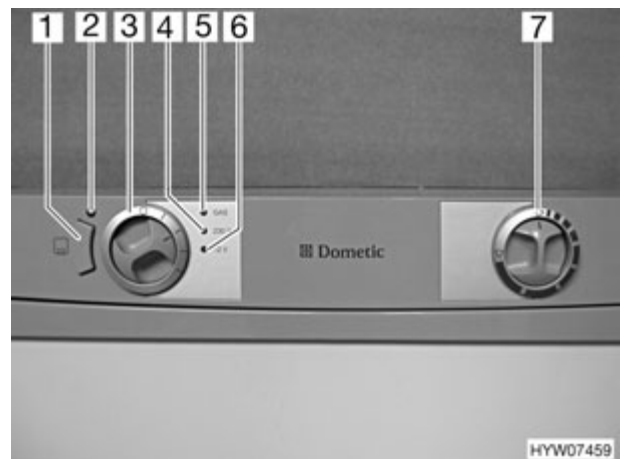

Fig. 121 Elementos de mando para el frigorífico (variante 5)
En caso de alta temperatura exterior y un gran índice de humedad atmosférica, se pueden formar gotas de agua en el marco metálico del compartimento congelador. Por este motivo, el frigorífico está equipado con una calefacción de marco en el compartimento congelador. En caso de altas temperaturas y un índice alto de humedad atmosférica, conectar la calefacción de marco con la tecla (Fig. 121,1). De esta manera se evita la corrosión. Cuando la calefacción de marco está conectada, se enciende la luz de control (Fig. 121,2).
- Situar el selector de energía (Fig. 121,3) en "GAS".
- Poner el regulador giratorio (Fig. 121,7) en la potencia máxima. El suministro de gas está abierto. El encendido se realiza automáticamente. Se oye un sonido de tic-tac hasta que el proceso de encendido se haya llevado a cabo con éxito. El piloto de "GAS" (Fig. 121,5) se enciende de color amarillo.
- Situar el selector de energía (Fig. 121,3) en "0". El aparato está desconectado.
- Situar el selector de energía (Fig. 121,3) en la posición "230 V". El piloto de "230 V" (Fig. 121,4) se enciende de color verde.
- Ajustar la temperatura de refrigeración con el regulador giratorio (Fig. 121,7).
- Situar el selector de energía (Fig. 121,3) en la posición "12 V". El piloto de "12 V" (Fig. 121,6) se enciende de color verde.